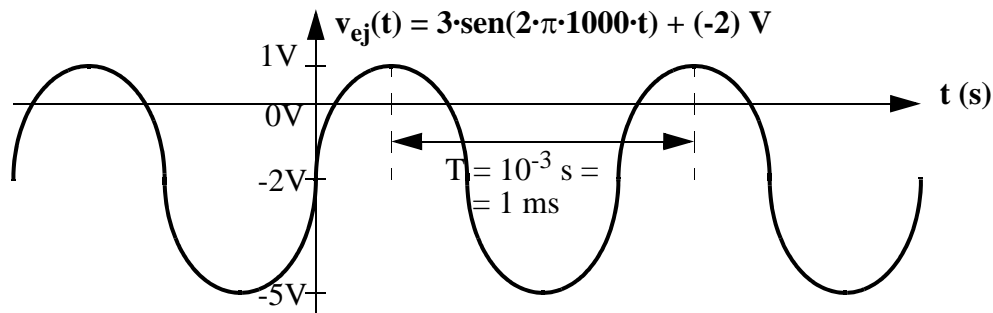

Figura 4: Representación matemática y gráfica de una señal senoidal
Como **ejemplo de señal periódica**, sea  $v_{ej}(t)$  una señal senoidal de 1KHz de frecuencia, con -2 V de *dc offset* y una amplitud de 3 V. Su representación se ofrece en la Figura 4 Algunos aspectos de la representación de señales debe ser destacado:
- Una señal tiene muchas representaciones. En la Figura 4 se ha representado de forma matemática y de forma gráfica.
- A veces el origen de tiempos es un problema: ¿cuándo empieza la representación?, ¿dónde está el valor inicial de tiempos,  $t = 0$ ? Una señal estacionaria se comporta de la misma forma *desde un tiempo indeterminado muy grande (infinito)*. No importa cómo se empiece a representar, sino que se representarán unos cuantos periodos (3 o 4). El resto del tiempo evolucionará igual. En cuanto al origen del tiempo, en la expresión matemática de  $v_{ej}(t)$  se sustituye  $t = 0$  y se obtiene que  $v_{ej}(t = 0) = -2\text{ V}$ . En la representación gráfica de la Figura 4 se ha soslayado el problema al no dibujar la escala de t con valores absolutos, sino sólo un intervalo del periodo T. Esta técnica es adecuada. También podría calcularse el valor  $v_{ej}(0) = -2\text{ V}$  y situar el eje  $t=0$  donde la curva senoidal2 cruza ascendiendo el valor -2V (así está dibujada en la Figura 4).